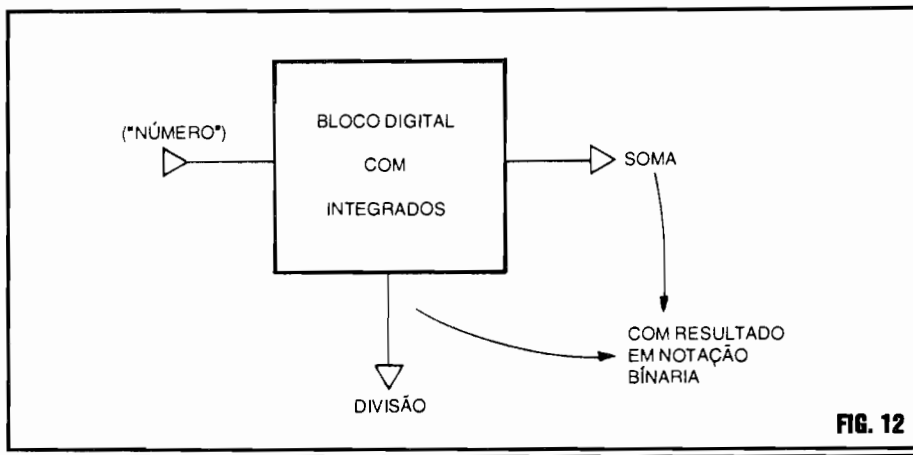

FIG. 12
- FIG. 12 - EXPLORANDO AO MÁXIMO AS POTENCIALIDADES DOS BLOCOS INTEGRADOS EM FUNÇÕES DE CONTAGEM... - Já deve ter dado para o caro Leitor/"Aluno" perceber as potencialidades e habilidades que os blocos digitais têm, para "lidar com números"... Entretanto, o seu mais